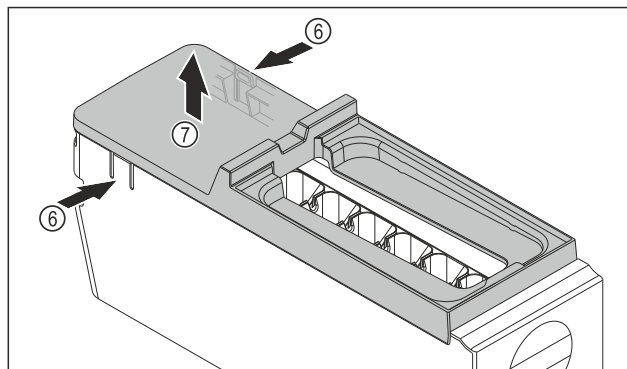

Fig. 121
- Abdeckung des EasyTwist-Ice-Körpers entnehmen: Laschen Fig. 121 (6) an den beiden Seiten des EasyTwist-Ice-Körpers mit einer Hand drücken.
- Abdeckung Fig. 121 (7) mit der anderen Hand nach oben entnehmen.